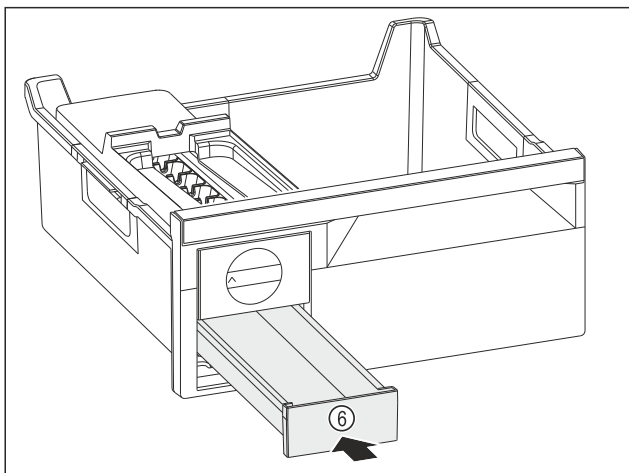

Fig. 141
- ▶ Ijsblokjesvak Fig. 141 (6) inschuiven.